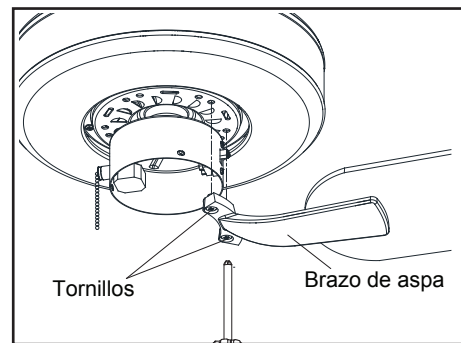

Figura 11
3. Fija el conjunto de las aspas al motor alineando los orificios de los tornillos en la parte inferior del motor del ventilador con los orificios del brazo de las aspas y apretando los tornillos del motor. Por favor, ten en cuenta que los tornillos del motor están prefijados en los soportes de aspa. (Figura 11)